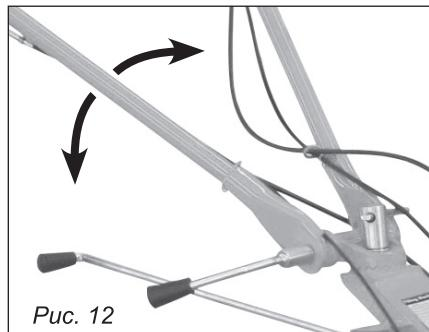

Рис. 12
**Регулировка высоты рукояток управления.** Для того чтобы отрегулировать высоту рукояток управления мотоблока, отпустите регулятор, выберите соответствующие положение (обычно на уровне пояса) и затяните регулятор (рис. 12).